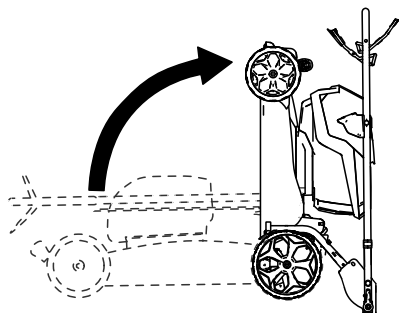

Figura 20
5. Pliegue el manillar hacia adelante del todo, como se indica en la Figura 20.
6. Levante la parte delantera de la máquina con el manillar y llévela al lugar de almacenamiento (Figura 20).